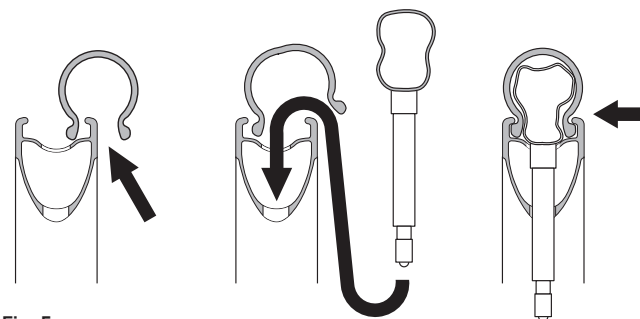

Fig. 5
- Introduisez un côté du pneu dans le logement réservé à cet effet sur la jante (Fig. 5).